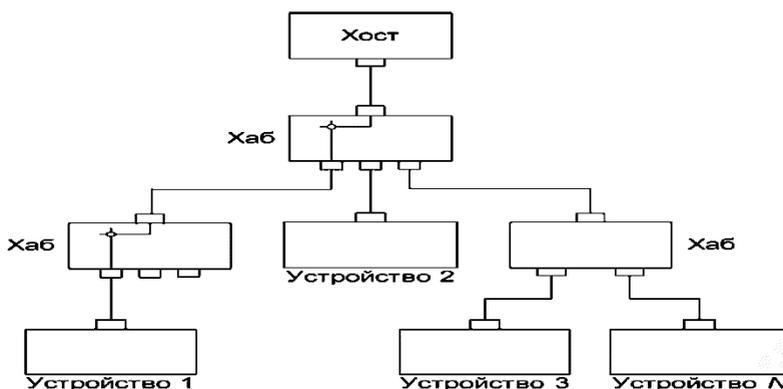

Рис. 13. Многозвенная коммутация информационного канала
**Дисциплина обслуживания** - многозвенная коммутация канала (рис. 13) шины USB.